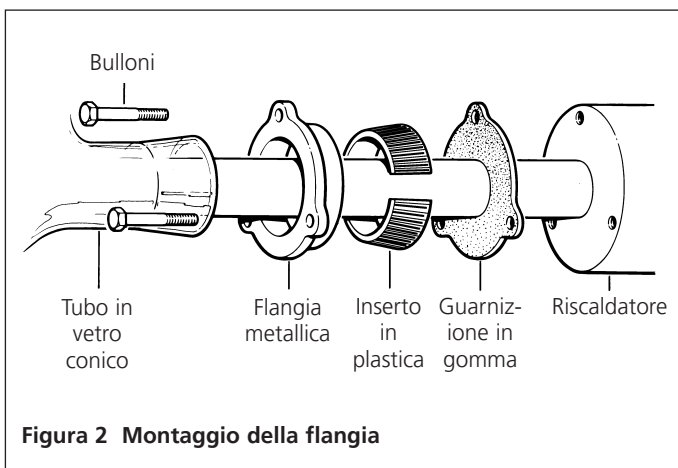

Figura 2 Montaggio della flangia
3. Prendere la caldaia W4000/B, il riscaldatore ed il kit guarnizione W4000/GK. Montare il riscaldatore nella caldaia come illustrato nella Figura 2.